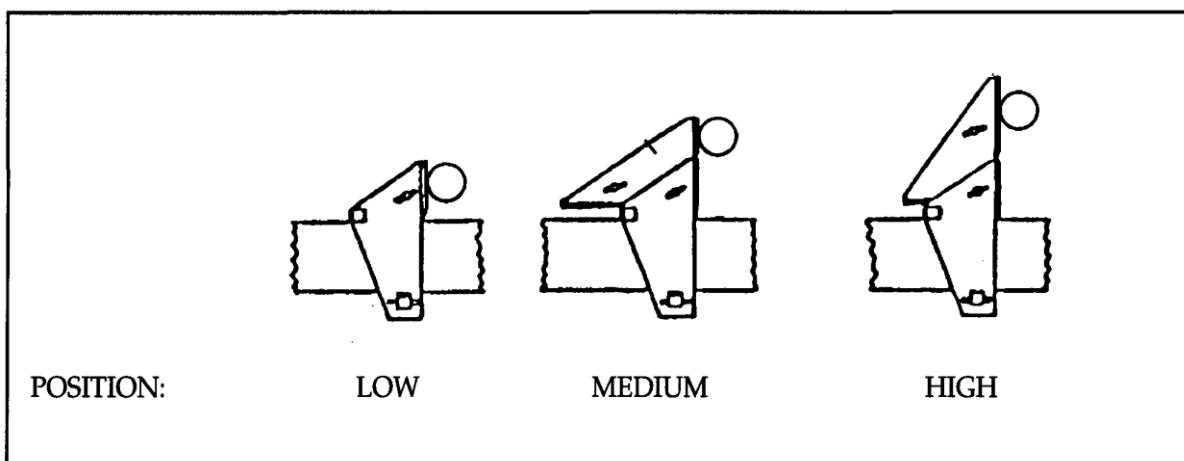

Рис. 7
* В зависимости от высоты трубы, используйте опорный кронштейн в следующих положениях. (Рис.7)